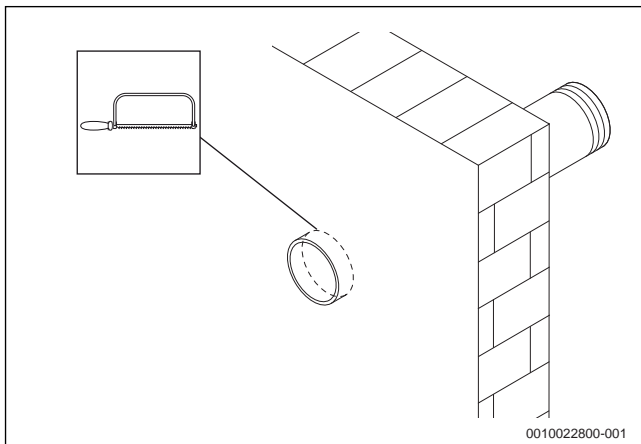

Bild 14 Außenrohr wandbündig abschneiden
- ▶ Außenrohr wandbündig abschneiden (→ Bild 14).